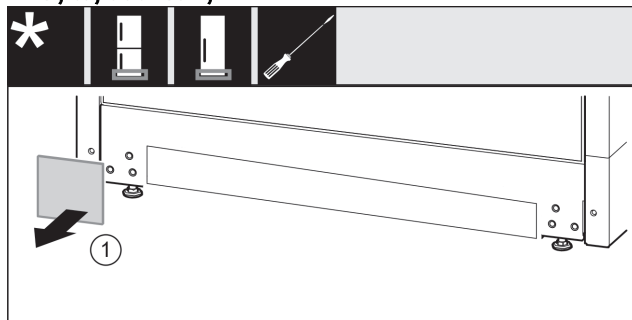

Fig. 11
- ▶ Αφαιρέστε το κάλυμμα. Fig. 11 (1)